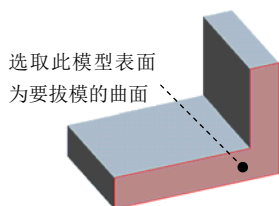
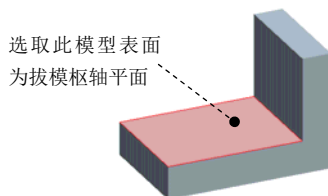

图 5.15.3 选取要拔模的曲面
图 5.15.4 选取拔模枢轴平面
Step3. 选取要拔模的曲面。选取图 5.15.3 所示的模型表面。
(1) 在操控板中单击  图标后的 单击此处添加项 字符。
(2) 选取图 5.15.4 所示的模型表面。完成此步操作后，模型如图 5.15.4 所示。